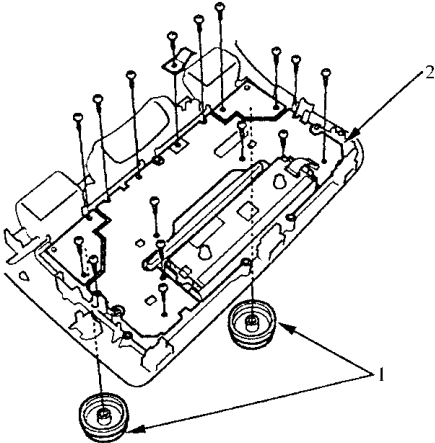

图 12-126 拆卸印制电路板装配螺钉
- 8) 如图 12-126 所示，从印制电路板上拆卸下 16 个装配螺钉，然后，拆卸印制电路板和 LCD 装置。